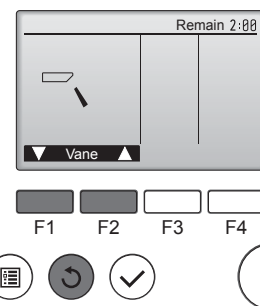

Fig. 7-7
- ① Compruebe la paleta automática con los botones **F1** **F2**. (Fig. 7-7)
- ② Pulse el botón  para volver a "Test run" (Modo prueba).
- ③ Pulse el botón .